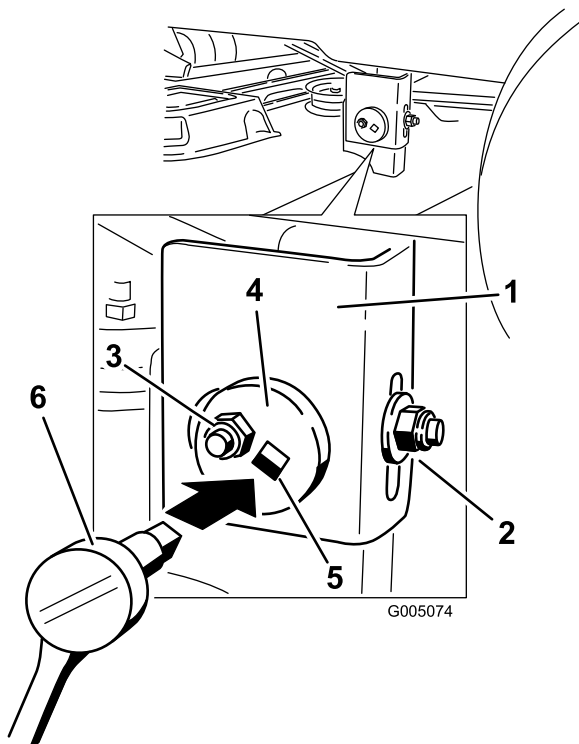

Figure 49
- Passez au côté gauche de la machine. Desserrez sans retirer, l'écrou de blocage arrière sur le support (Figure 49).
- Desserrez l'écrou de blocage latéral sur le support jusqu'à ce qu'il soit possible d'ajuster la plaque excentrique (Figure 49). Utilisez une clé à douille munie d'une rallonge de 9,5 mm (3/8") pour manipuler la plaque excentrique. Utilisez la clé pour repositionner le plateau de coupe à la hauteur voulue.
- Arrêtez le plateau de coupe et vérifiez sa hauteur, puis serrez l'écrou de blocage latéral sur le support pour fixer cette nouvelle position (Figure 49). Serrez l'écrou de blocage arrière sur le support.